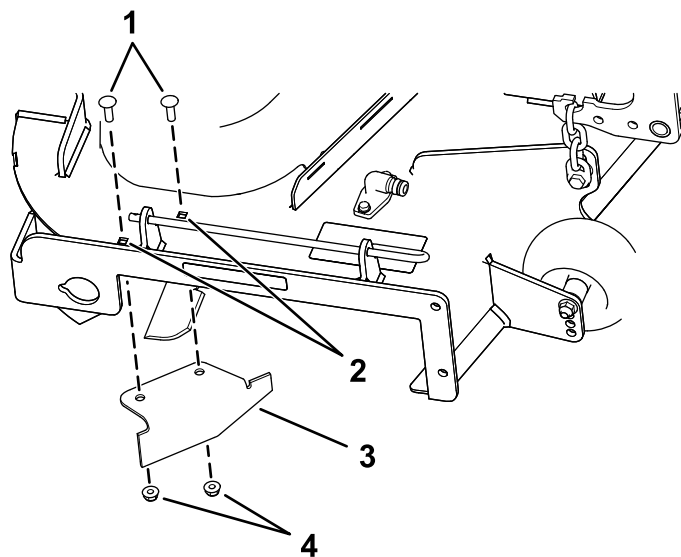

Figura 33
- Localice el tabique en la bolsa de piezas sueltas y retire las fijaciones de los taladros traseros de la placa de descarga (Figura 33).